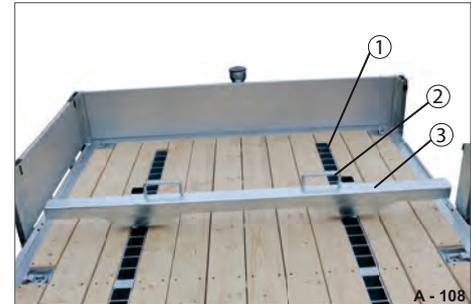

Abb. 162 Ladungs-Sicherungsschiene
- ▶ Sicherungsschiene an den Griffen (Abb. 162/2) hochheben.